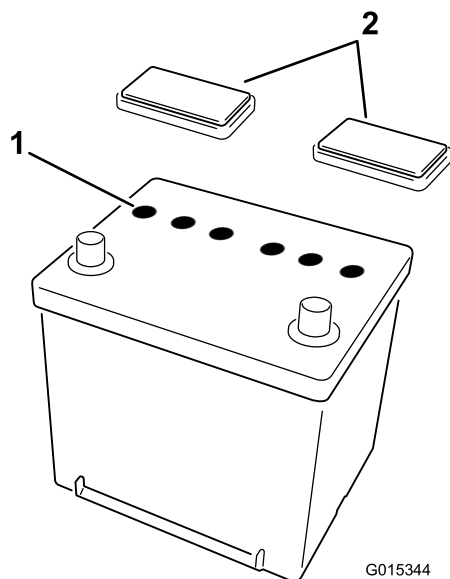

Figura 2
1. Togliete i tappi di spurgo dalla batteria (Figura 2).
3. Montate i tappi di spurgo (Figura 2).